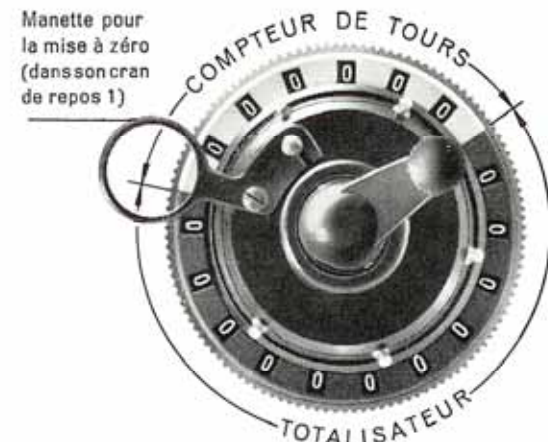

Fig. 2. La machine vue d'en haut
3. Le **chariot** construit en rond, qui comprend le **totalisateur** (groupe de **11 chiffres sur segment foncé**) et le **compteur de tours** (groupe de **6 chiffres sur segment clair**). (Voir fig. 2.)